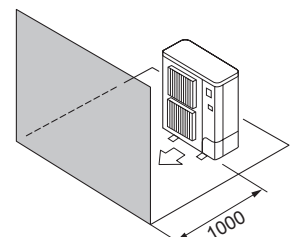

Fig. 2-9
- ④ Překážky pouze vepředu (Fig. 2-9)